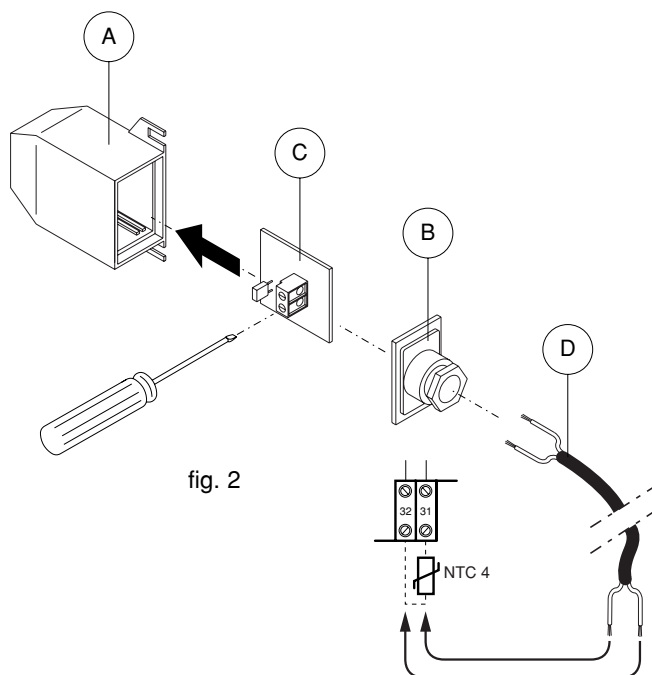

fig. 2
- Sfilare il circuito sonda C dal supporto A (fig. 2).
- Collegare l'altro capo del cavo alla morsettiera della caldaia ai morsetti 22 e 23 (vedi fig. 2).